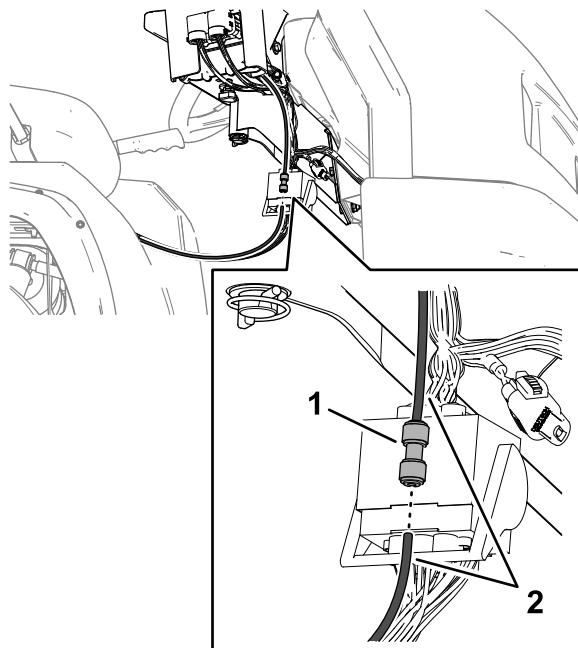

Figure 96
5. Retirez l'un des tubes de détection de pression du raccord à emboîtement, comme montré à la Figure 96.